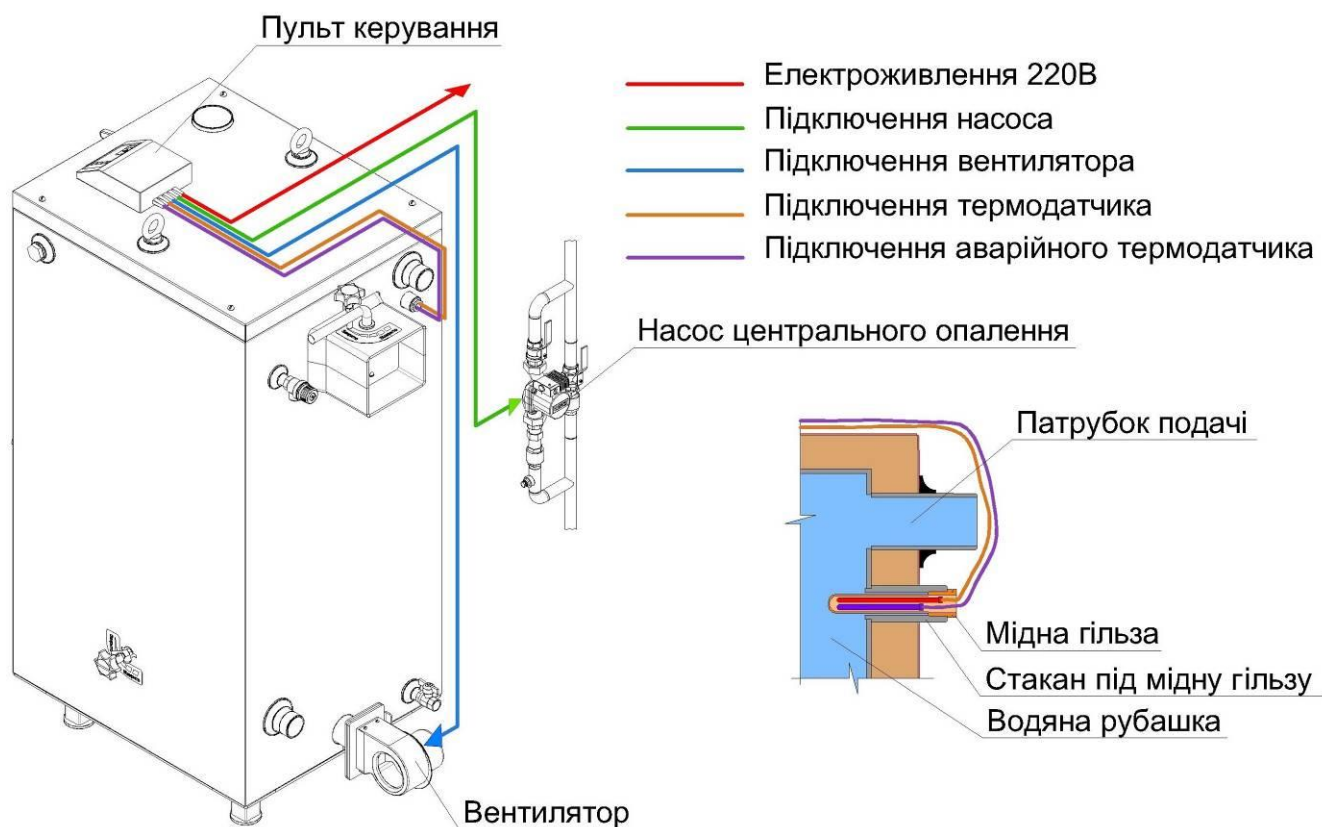
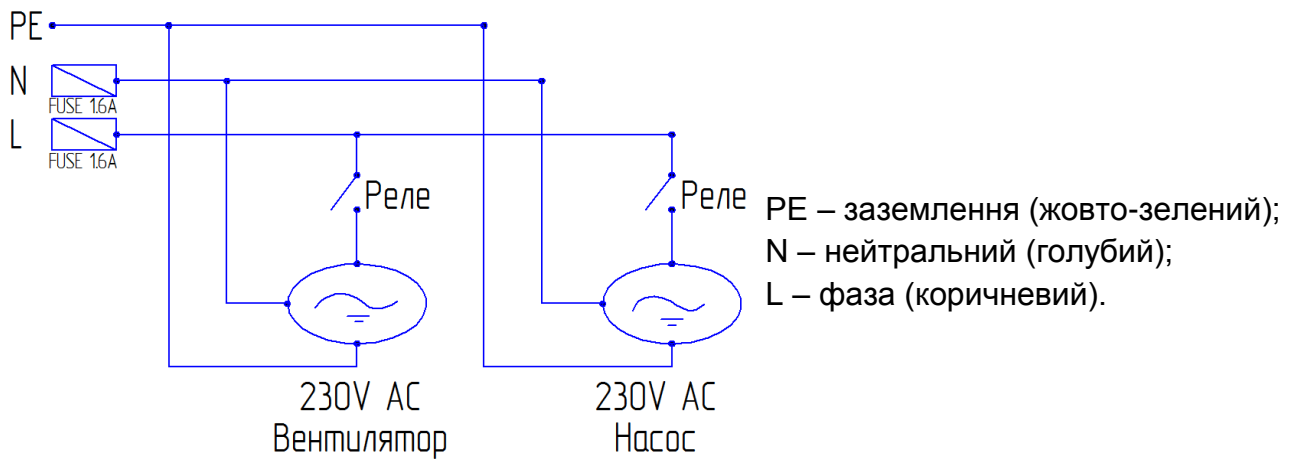

Рис. 10 Підключення пульта керування до котлів «Ретра-5М PLUS»
Рис. 11 Схема підключення кабелів до пульта керування
- 6.3.6.1 Котли моделі «Ретра-5М PLUS» працюють з вентилятором та пультом керування. Схеми підключення пульта керування та монтаж вентилятора показані на Рис. 10, Рис. 11 та Рис.12 відповідно.
- 6.3.6.2 Пульт керування (Рис.10) призначений для керування роботою котла центрального опалення, який обладнаний вентилятором і насосом циркуляції води в системі опалення. Він в автоматичному режимі підтримує задану температуру за допомогою вентилятора.